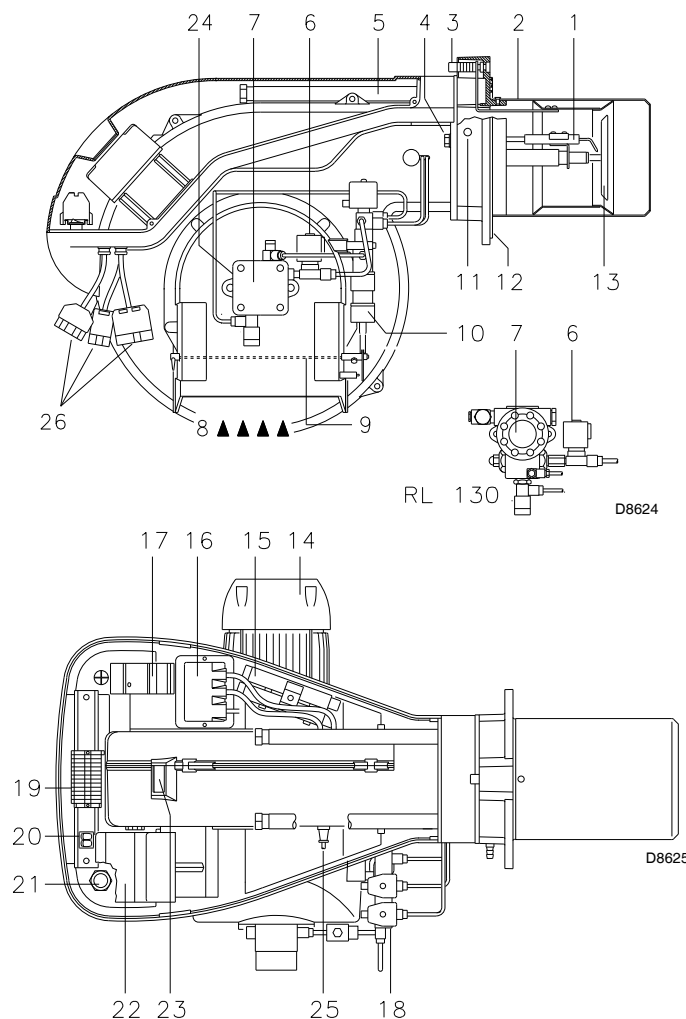

Fig. 5
(1) Condizioni di riferimento: Temperatura ambiente 20 °C - Pressione barometrica 1013 mbar - Altitudine 0 m s.l.m.
(2) Presa di pressione 18) (Fig. 5 a pagina 13) con pressione zero nella camera di combustione e massima portata bruciatore.
(3) Pressione sonora misurata nel laboratorio combustione del costruttore, con bruciatore funzionante su caldaia di prova, alla potenza massima.
Blocco apparecchiatura: l'accensione del pulsante (**led rosso**) dell'apparecchiatura 22 (Fig. 5) avverte che il bruciatore è in blocco.
Blocco motore: per sbloccare premere il pulsante del relè termico 17) (Fig. 5).
- 2 - Prolunghe 15) (Fig. 5) per guide 5) (Fig. 5)